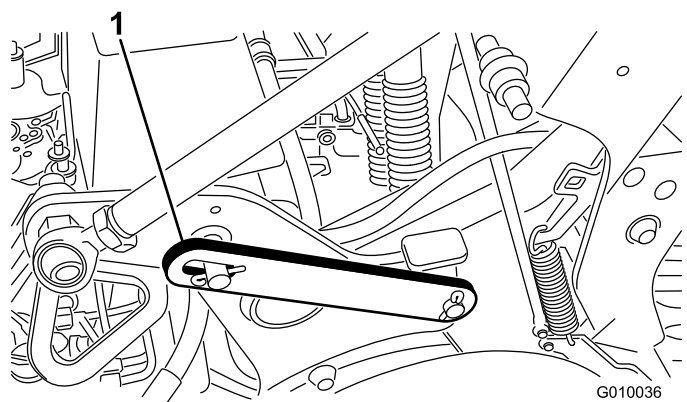

Figura 21
3. Retire el anillo de retención que sujeta el cerrojo de mantenimiento en la posición de almacenamiento (Figura 21).